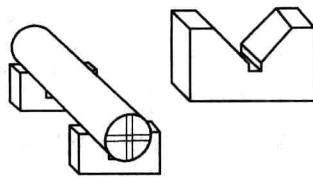

图 1-11 V形铁
3) V形铁。V形铁如图1-11所示,用于支承圆柱形工件,使工件轴心线与平台平面(划线基准)平行。一般两个V形铁为一组。